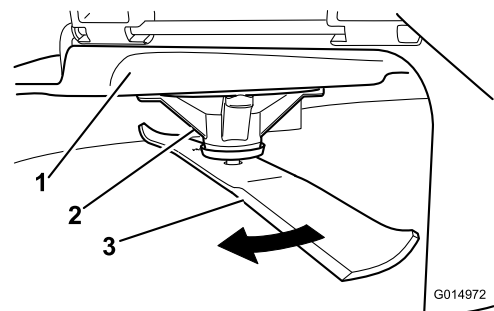

Figura 74
2. Llevando guantes fuertemente acolchados u otro tipo de protección apropiada para las manos, gire la cuchilla lentamente hasta una posición que permita medir la distancia entre el filo de corte y la superficie nivelada en la que descansa la máquina (Figura 74).